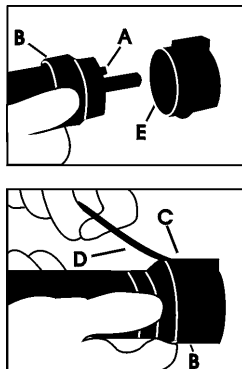

Abb. 3
4. Vorhandensein aller Bestandteile des Brennerkörpers, deren korrekte Anbringung und den Brenneranschluss überprüfen wie in Abbildung 3 gezeigt am Generatorverbinder anschließen.